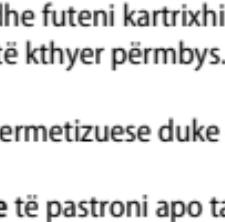

Fig. 3
e) Për çdo aplikim, vendosni një majë të re përzierse në kartrixh/ shiringë. Shtyjeni majën deri në fund derisa foleja në majën përzierëse të drejtvendoset me folenë e mbyllëses së kartixhit/ shiringës. Fiksoni majën përzierëse në vend duke mbajtur bazën me ngjyrë, dhe jo majën përzierëse, dhe duke e rrotulluar me 1/4 në drejtim orar (Fig. 3). Meqë "MultiCore Flow" do të polimerizohet në majën përzierëse të përdorur, kjo mund të shërbejë për të hermetizuar përbajtjet e kartrixhit/shiringës, derisa shiringa të përdoret sërisht (zëvendësojeni majën me një majë të re, para përdorimit të ardhshëm).